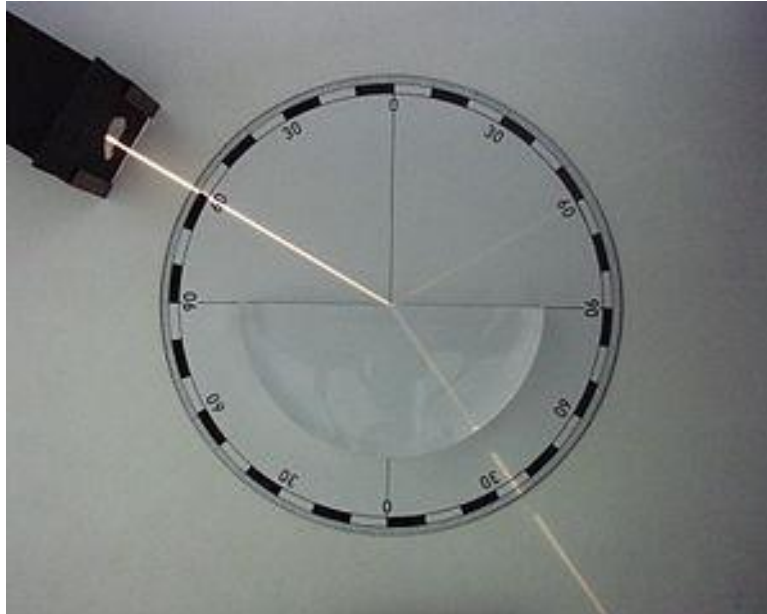

Figure 4. Réfraction et réflexion d'un rayon lumineux à l'interface air/verre.
La Figure 4 montre qu'un faisceau **incident** émis dans l'air d'indice $n_1 = 1$ par la boîte noire arrive avec un angle d'incidence i_1 de 60° par rapport à la perpendiculaire (normale N) au demi-cylindre de verre. A l'interface, le faisceau pénètre dans ce cylindre d'indice $n_2 = 1.5$. L'angle de réfraction i_2 avec la perpendiculaire est maintenant de 30° : c'est la **réfraction de la lumière**. Par ailleurs, un autre faisceau apparaît, c'est le rayon réfléchi, avec un angle de réflexion r identique à l'angle d'incidence.
1. Retrouver la valeur de l'angle de réfraction de la Figure 4 à partir de L1.